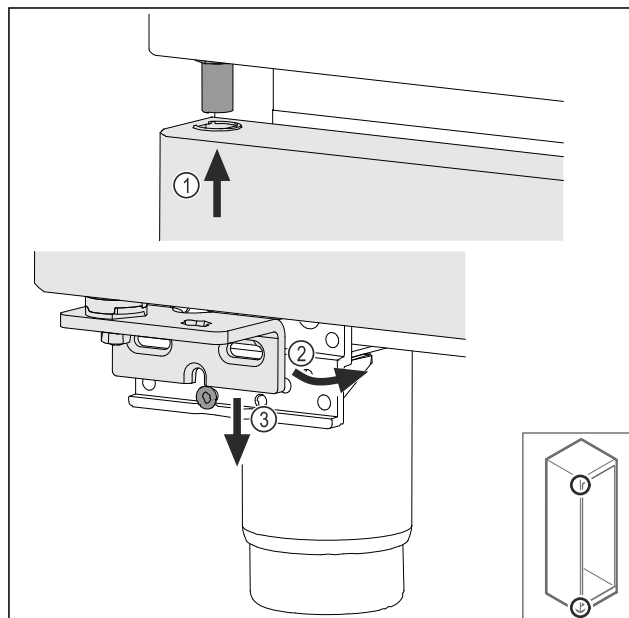

Fig. 47
- Περάστε επάνω την πόρτα υπό ελαφρά κλίση Fig. 47 (1), ευθυγραμμίστε την πόρτα Fig. 47 (2) και τοποθετήστε την κάτω στη βίδα του στηρίγματος Fig. 47 (3).